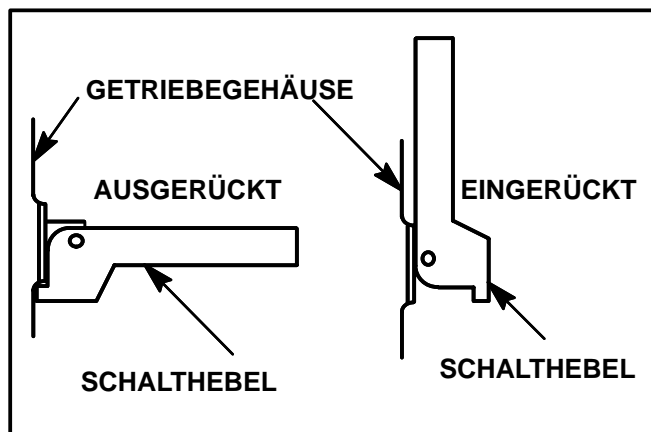

ABBILDUNG 21
- Den Messerschalthebel in die "ausgerückte" Stellung bringen (der Hebel zeigt genau von der Maschine weg). Siehe Abbildung 21.